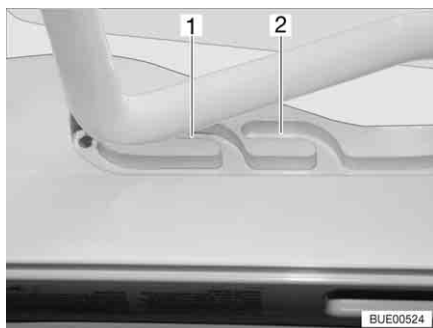
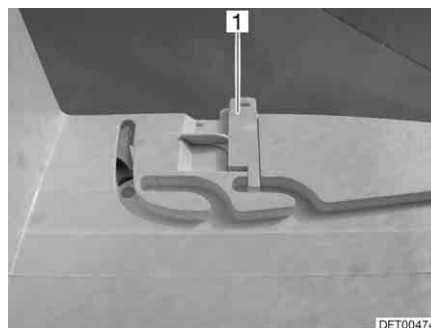

Fig. 60 Lanterneau Heki en position de ventilation
Fig. 61 Verrouillage position de ventilation
Il est possible d'amener le lanterneau Heki en deux positions de ventilation : Position pour mauvais temps (Fig. 60,1) et position intermédiaire (Fig. 60,2). Suivant le modèle, il est possible de verrouiller le lanterneau en position intermédiaire avec le verrou (Fig. 61,1).
- Pousser légèrement l'étrier vers le haut, le pousser dans la glissière choisie (Fig. 60,1 ou 2) et le verrouiller si nécessaire.